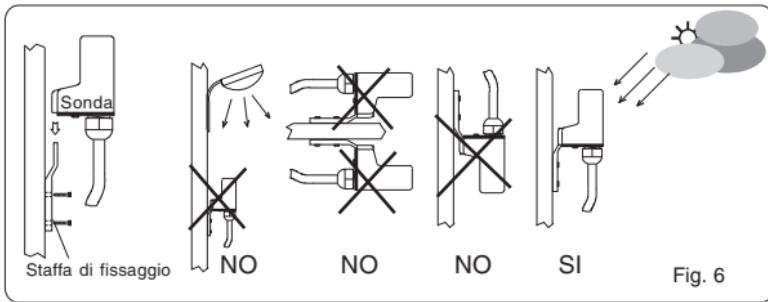

Fig. 6
- Fissare alla parete la staffa (fig. 6).